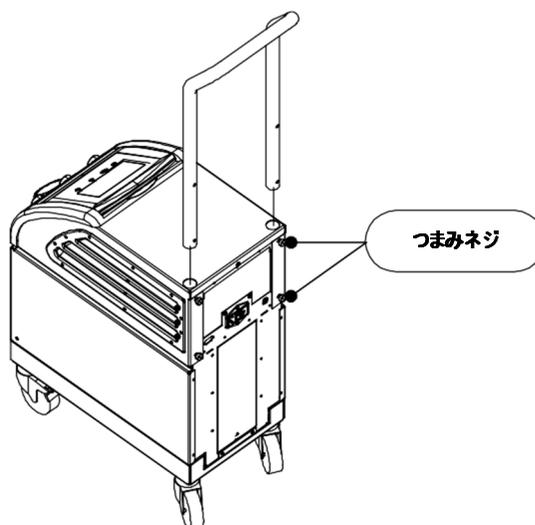

図7:ハンドルの組み立て
2. ハンドルの両端をトップカバーの穴に、奥まで完全に挿入されるまでスライドさせます(ハンドルのカーブの方向に注意してください)(図7を参照)。